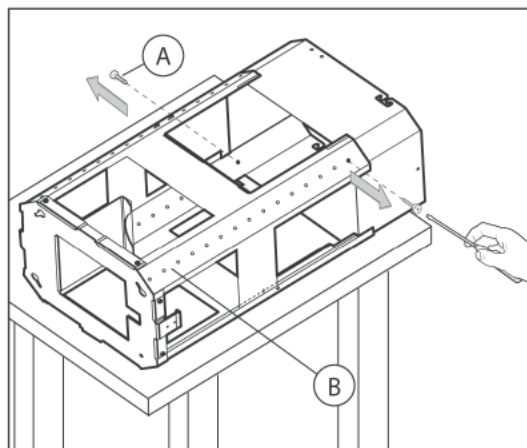

Fig.2
1. Wyjąć filtr przeciwłuszczowy pociągając za uchwyt, jak pokazano na rys. 2 – poz.1
3. Zdjąć pokrywę M, jak pokazano na rys. 2 – poz.4
Wyjąć kratownicę z opakowania, odkręcić 2 wkręty **A**, oddzielić górną część konstrukcji od dolnej (rys. 2).